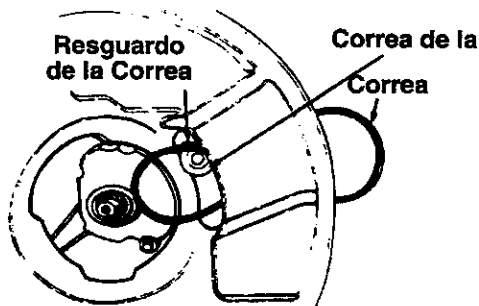

FIGURA 17.
- Quite la correa de entre la polea de guía y el resguardo de la correa en el soporte de la polea de guía. Vea figura 17.
- Empuje la polea de guía hacia arriba tal como se demuestra en la figura 17.